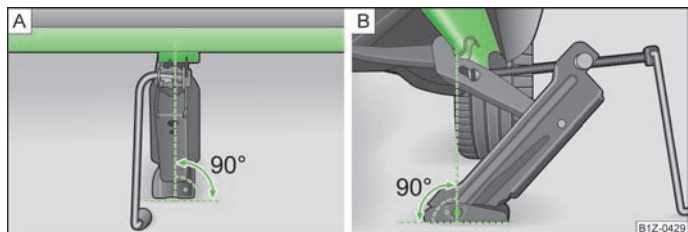

Fig. 132 Colocar el gato
- Fijar el gato de modo que la garra abarque el alma vertical » fig. 132 - **B** debajo de la muesca en la superficie lateral del larguero inferior.
- Asegurarse de que la placa de base del gato esté con toda la superficie apoyada en un suelo recto y en vertical » fig. 132 respecto a la posición en la que la garra abarca el alma.